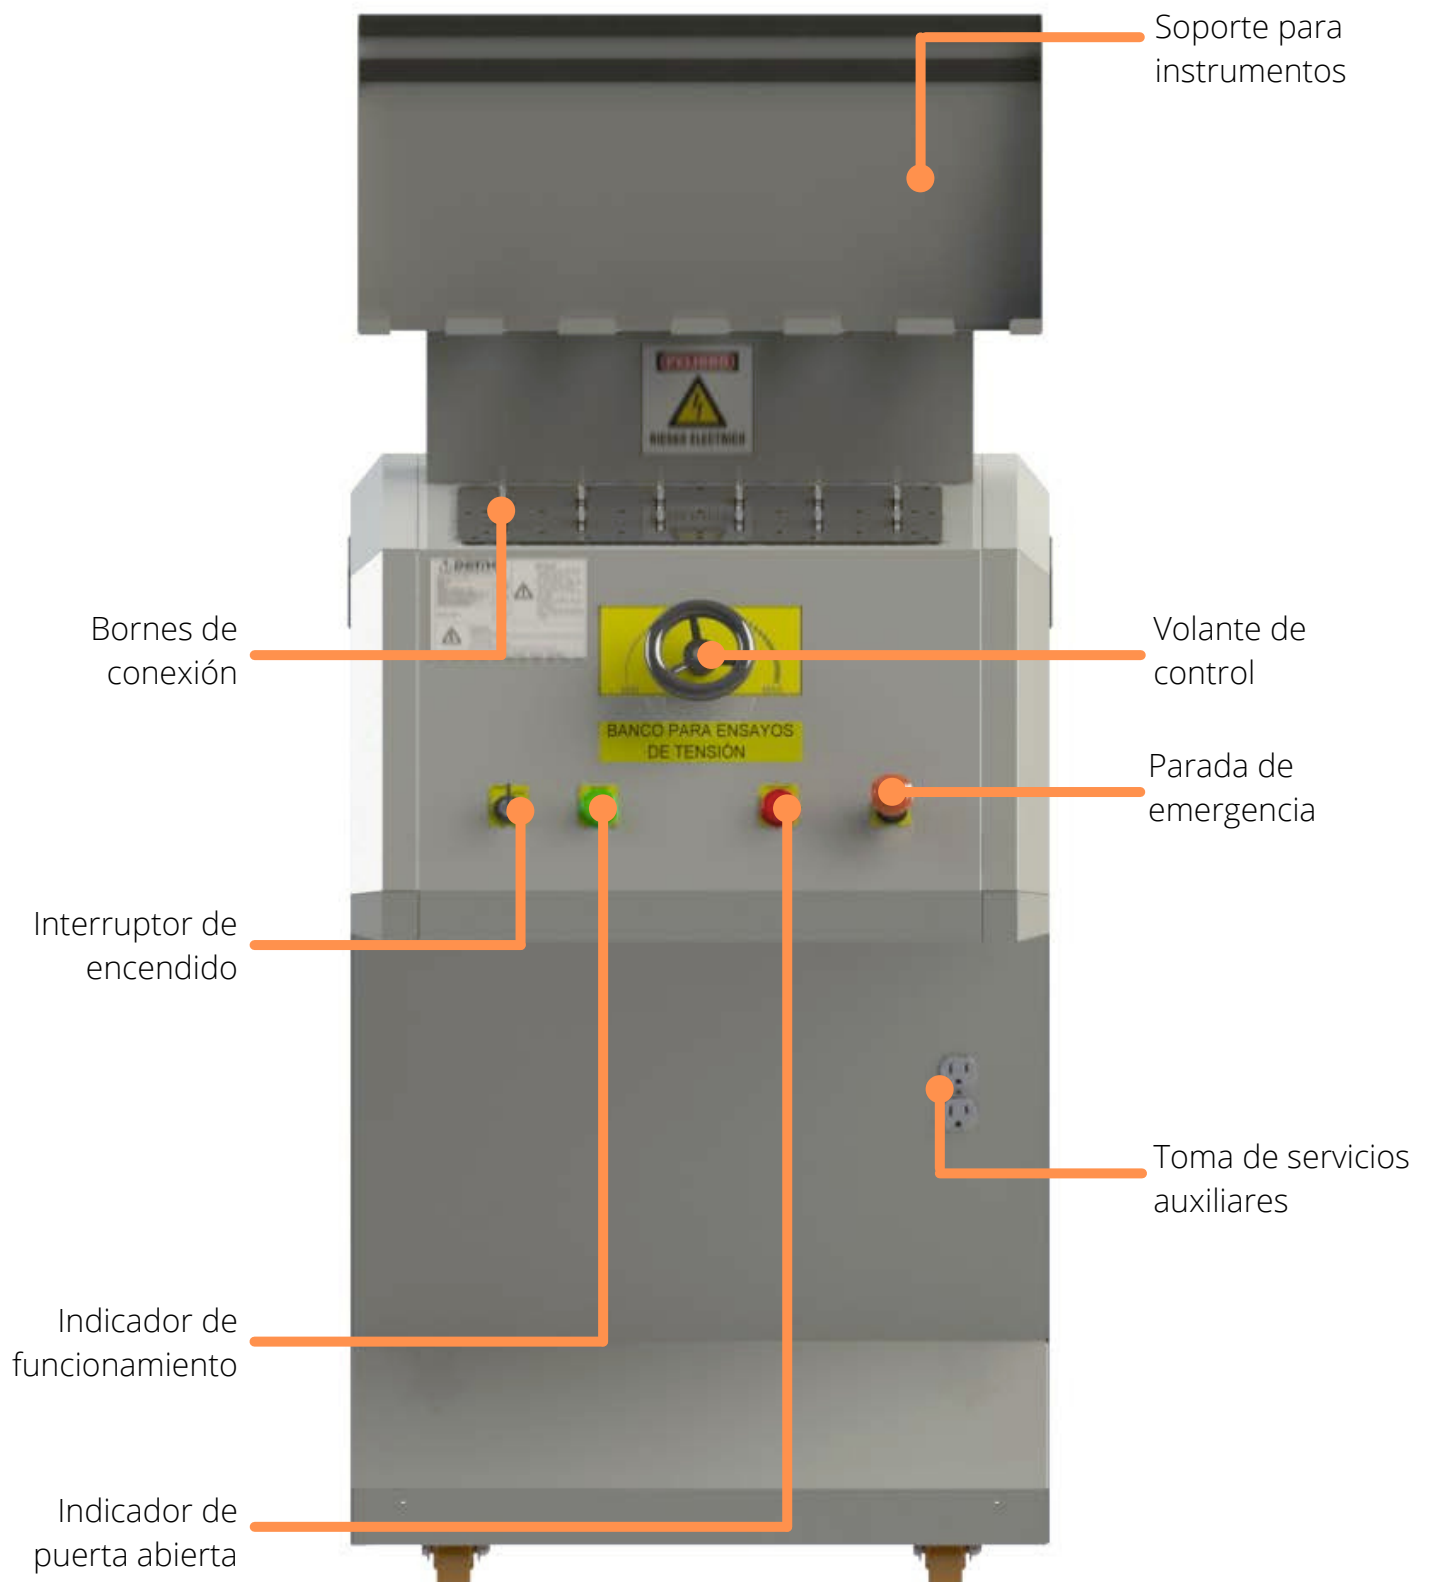

Figura 1: Vista frontal del módulo de ensayos de tensión
El banco para ensayos de tensión permite variaciones desde 0 hasta 1000 V .c.a. (60 Hz) . controlado por un mando manual (volante de control, ver figura 1), para comparar mediciones entre instrumentos **(1)** Tiene capacidad para seis (6) voltímetros o polímetros en modo voltímetro.